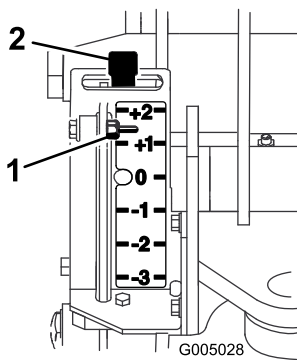
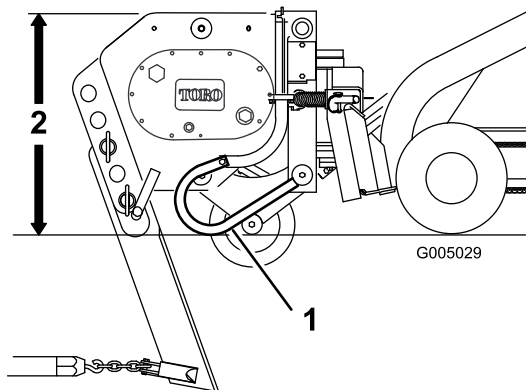

Figure 6
Figure 7
5. Inclinez la plaque de montage de l'accessoire en arrière pour que le haut de l'enfouisseuse soit parallèle au sol (Figure 7).
La jauge est située sur le côté gauche de l'enfouisseuse lorsqu'on se place face au groupe de déplacement. Une tige est placée entre la jauge et le sol (Figure 7). Lorsque l'enfouisseuse est soulevée, l'indicateur de la jauge descend. Des repères sur la jauge montrent le nombre de pouces au-dessous ou au-dessus de la profondeur maximum sélectionnée (Figure 6). Les indications de la jauge s'échelonnent de +2 à -3. L'indication +2 sur la jauge représente une profondeur de 5 cm au-dessous de la surface nue et l'indication -3 représente 7,6 cm au-dessus de la surface nue. Le 0 sur la jauge indique qu'aucun écart n'est appliqué à la profondeur de la lame.